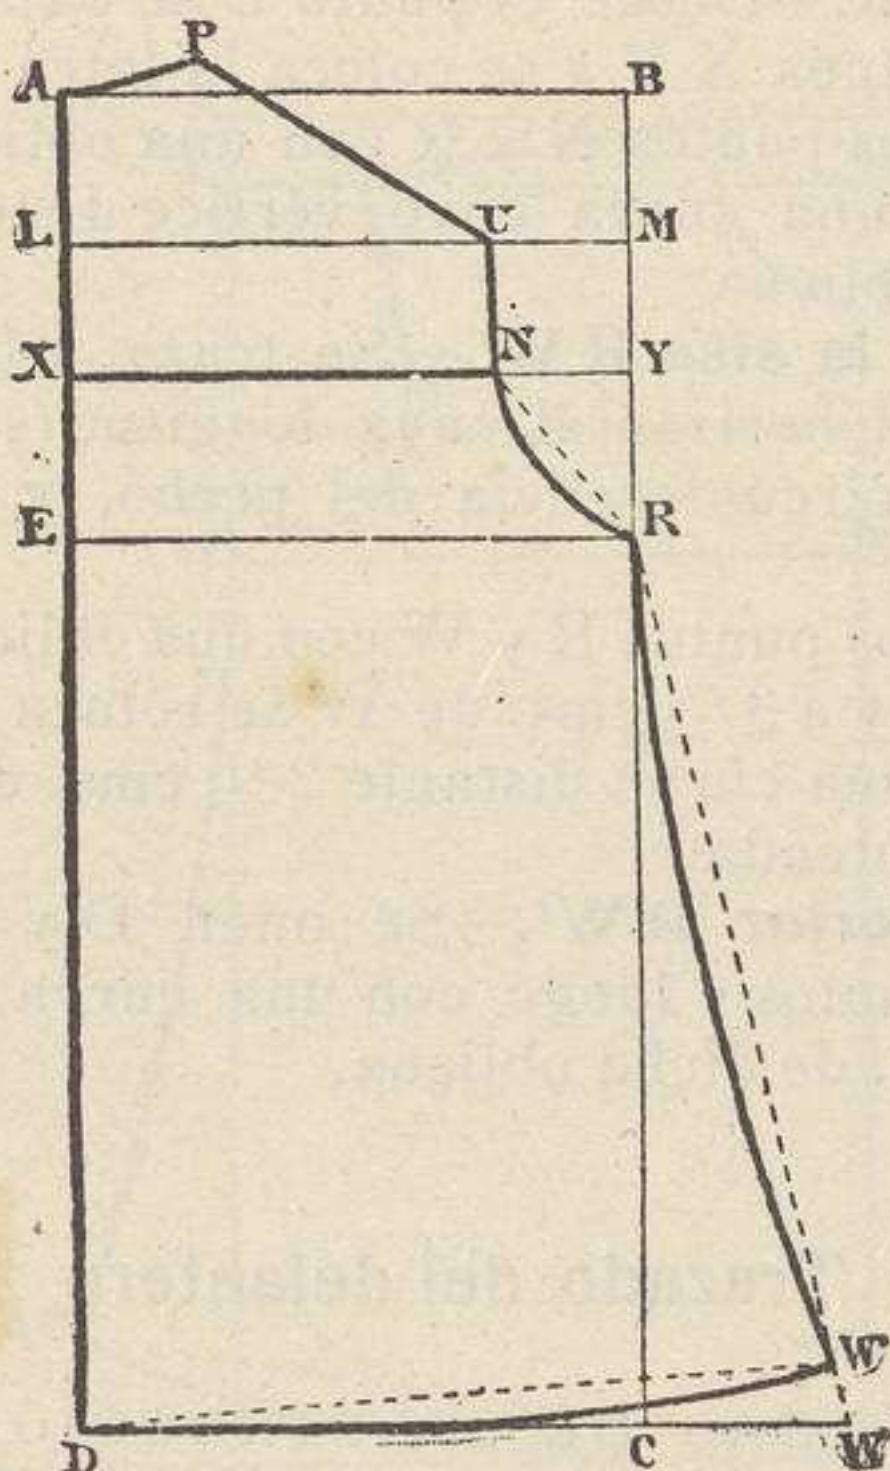

Fig. 100 ( $\frac{1}{10}$  del tamaño real).—Espalda de la camisola.
**Rectángulo ABCD.**—Se traza un rectángulo ABCD (fig. 100) que tenga de largo la longitud del delantero más la mitad de esta longitud, y de ancho la cuarta parte de la circunferencia del pecho más 3 cms.